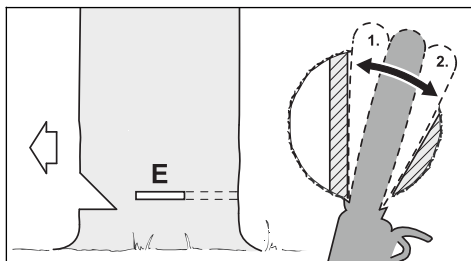

Рис. 22
- Выполнить основной пропил (рис. 22, поз. Е) – при этом полностью врезать направляющую шину
- Сформировать основной пропил до недопила (рис. 22, поз. 1)
- Сформировать основной пропил до защитного ремня (рис. 22, поз. 2)